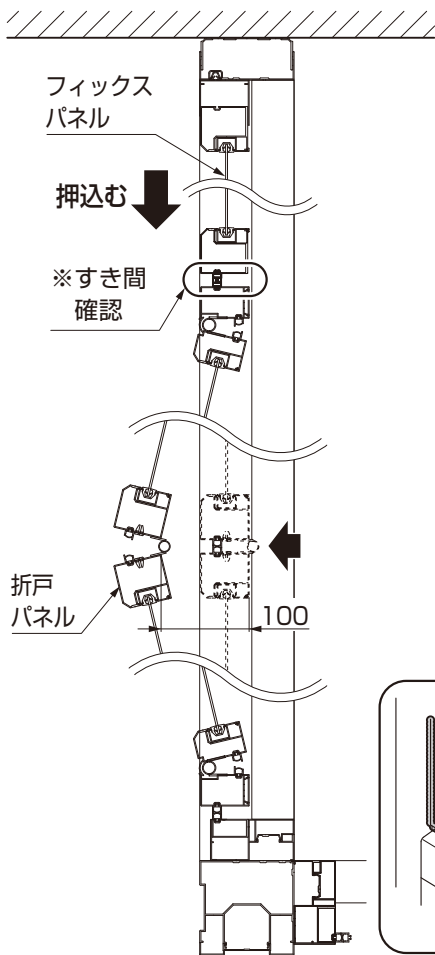

図3-7 すき間確認
- ① 折戸パネルを外側に100mm折りたたんでください。(図3-7参照)
- ② フィックスパネルと折戸パネルの間にすき間がないことを確認してください。(図3-7参照)